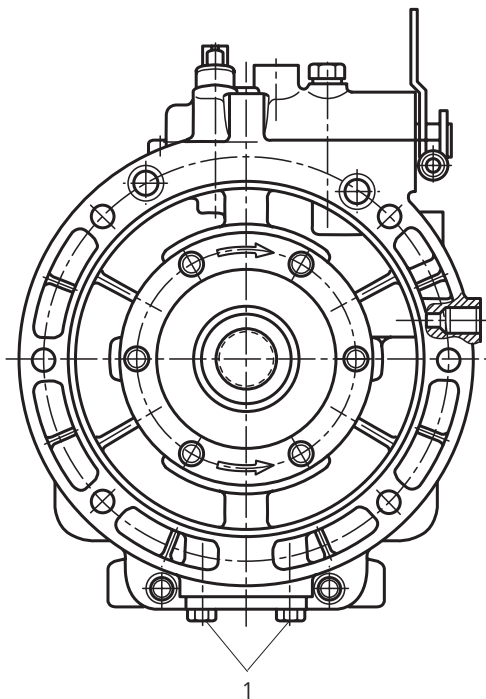

Fig. V-4
2.3.2 Lock filter cover in place by screwing in bolts. (fig. V-4)
2.3.2 Bloccare il coperchio nella sua sede avvitando le viti (1) (fig. V-4).
2.3.2 Installer le couvercle en tournant les vis (1). (fig. V-4)
2.3.2 Ölfilter in das Gehäuse einsetzen und mit Schrauben(1) festziehen. (Bild V-4)